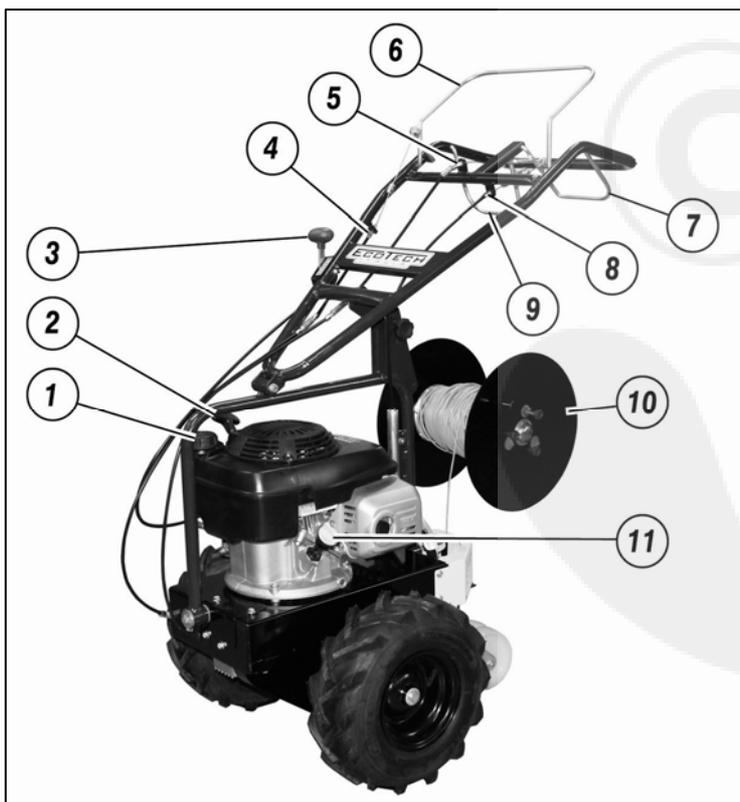

Abb.1
- Überprüfen Sie, dass der Ölstand nicht unter dem Minimum liegt: Die Verschlusskappe (Abb. 1 Nr. 11) aufschrauben, mit einem sauberen Tuch den Ölmesstab reinigen und die Verschlusskappe wieder aufschrauben. Erneut aufschrauben und überprüfen, ob der Ölstand zwischen den zwei Kerben, Minimum und Maximum, liegt. Liegt der Ölstand unter dem Minimum, mit Öl auffüllen, bis der optimale Ölstand erreicht ist. (Das geeignete Öl erhalten Sie bei Ihrem Händler).
- Überprüfen Sie, dass alle Hebel in neutraler Stellung stehen (Abb. 1 Nr. 6/Nr. 9).
- Für den Kaltstart des Motors, den Gashebel (Abb. 1 Nr. 3) auf die START-Position stellen.
- Den Drehgriff zum Anlassen des Motors greifen (Abb. 1 Nr. 2) und dann einen energischen Ruck ausüben. Einige Minuten warten, bis der Motor seine Betriebstemperatur erreicht, bevor Sie die Maschine auf Hochtouren bringen.
Bevor mit der Arbeit begonnen wird, das Kabel in die entsprechende Kabelspule legen, die Einbautiefe einstellen, das Kabelende an einen Pflock binden und sicher stellen, dass sich in einem Aktionsradius von mindestens 15 Metern keine Personen, Tiere oder Wertsachen befinden. Dann den Motor starten, und sobald er warm gelaufen ist, mit der Arbeit beginnen. Den Drehschalthebel der Fräse bis zum Anschlag betätigen (Abb. 1 Nr. 9), den Vorschubhebel bis zum Anschlag einlegen und mit der Arbeit beginnen, dabei stets höchste Vorsicht walten lassen. Die unten aufgelisteten Beschreibungen der Arbeitsschritte aufmerksam lesen. Im Sommer oder wenn der Boden besonders trocken ist, die Wiese vor Arbeitsbeginn reichlich gießen.
**DIE MASCHINE BENÖTIGT EINE EINFahrZEIT! WÄHREND DER ERSTEN BETRIEBSSTUNDE STELLEN SICH DIE RIEMEN EIN. ÜBERPRÜFEN SIE, DASS DIE SPANNFEDERN STETS ANGEMESSEN ARBEITEN** (Abb. 1 Nr. 4/Nr. 5).
Für einen besseren Maschinengebrauch empfehlen wir, aufgrund der vielfältigen Kabelarten und der auf dem Markt vorhandenen Spulentypen, das Kabel auf die dafür vorgesehene Kabeltrommel aufzuwickeln (Abb. 1 Nr. 10), mit Hilfe des an der Kabeltrommel befindlichen Hebels. Es ist wichtig, das Kabel im Uhrzeigersinn aufzuwickeln, um während der Arbeit eine perfekte Abwicklung des Kabels (Abb. 2) zu gewährleisten. Möchte man hingegen die bereits aufgewickelten Kabelspulen verwenden, kann die linke Wandseite von der Kabeltrommel abmontiert werden, indem die drei Knöpfe (Abb. 3) gelöst werden und an der Wandseite eine leichte Drehung durchgeführt wird. Die Spule auf das Rohr der Kabeltrommel positionieren, eventuell unter Verwendung von Adaptern, dann die Wand wieder montieren und die drei Knöpfe fest anziehen. Nachdem das Kabel in der Kabeltrommel positioniert ist, das Kabelende in das Rohr der Flosse (Abb. 4) einfädeln, bis es unten einige Zentimeter herausragt.
Um die Einbaugeschwindigkeit ins Erdreich zu regulieren, wird der Gashebel (Abb. 1 Nr. 3) betätigt, wobei die Motordrehzahl erhöht oder gesenkt wird. Regulieren Sie **NIEMALS** die Geschwindigkeit, indem Sie die Kupplungsscheiben leicht aus dem Getriebegehäuse gleiten lassen. Durch eine solche Tätigkeit werden schwerwiegende Schäden am mechanischen Teil des Getriebes verursacht. Der Vorschubhebel (Abb. 1 Nr. 9) muss **STETS** bis zum Anschlag gezogen werden, d.h. er muss den Lenker berühren.
Wenn unter Hecken, hervorstehenden Ästen, Latten oder anderen, seitlich hervorstehenden Hindernissen gearbeitet wird, besteht die Möglichkeit, den Lenker auf die dem Hindernis entgegengesetzte Seite zu neigen (Abb. 10). Zur Regulierung der Neigung, den Hebel, der sich unten links am Lenker befindet, bis zum Anschlag ziehen (Abb. 1 Nr. 7), wobei der entsprechende Stift in eine der neun Aussparungen gesetzt wird, die sich auf der Zahnstange des Lenkers befinden. An der Maschine können folglich rechts und links je 4 Neigungsstufen eingestellt werden.
Nachdem die Arbeit beendet wurde, den Motor ausschalten, den Gashebel (Abb. 1 Nr. 3) auf STOP setzen (oder falls am Motor kein Hebel vorgesehen ist, den Stopp verwenden, nachdem die Motordrehzahl auf ein Minimum gesenkt wurde) und falls vorhanden, den Benzinhahn schließen. Wenn Sie von der Arbeit zurückkehren, muss der Fräskopf gereinigt und eingeschmiert werden (siehe folgenden Abschnitt).
- Treibstoff im Tank vorhanden ist (Abb. 1 Nr. 1).
- bei kaltem Motor, der Gashebel auf der START-Position steht (Abb. 1 Nr. 3).
- Die Entlüftungsöffnung auf dem Treibstoffdeckel nicht verstopft ist (Abb. 1 Nr. 1).
- ob der Motorölstand unter dem Minimum liegt (Abb.1 Nr.11).
- Die Einstellung des Kabels des Vorschubhebels verändern, falls dieses zu locker sitzt (Abb. 1 Nr.5).